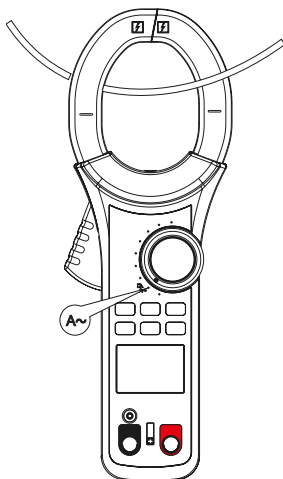

Рис. 12 Измерение переменного тока
### 7.10 Измерение переменного тока (рис.12)
- Убедитесь, что измеряемый проводник находится по центру (рис. 12), в противном случае может возникнуть дополнительная погрешность  $\pm 1,0\%$ .